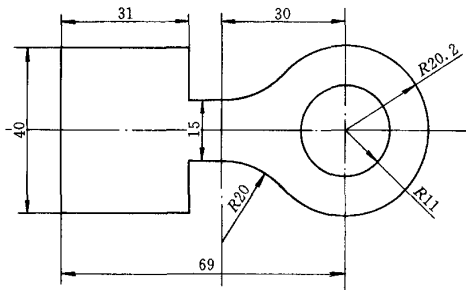

图 1 凸凹模
CAXA—WEDM 是一个功能强大、易学易用的线切割加工的专用 CAM/CAD 软件, 可广泛用于形状复杂的模具零件及其他精密零件的加工, 其自动编程的过程一般有以下几步: ①工件图形计算机化。②走丝轨迹生成及加工仿真。③生成线切割加工程序。下面以一凹凸模零件的加工为例说明其操作过程, 此凹凸模尺寸如图 1 所示, 线切割加工的电极丝为 $\phi 0.1\text{mm}$ 的钼丝, 单面放电间隙为 0.01mm 。